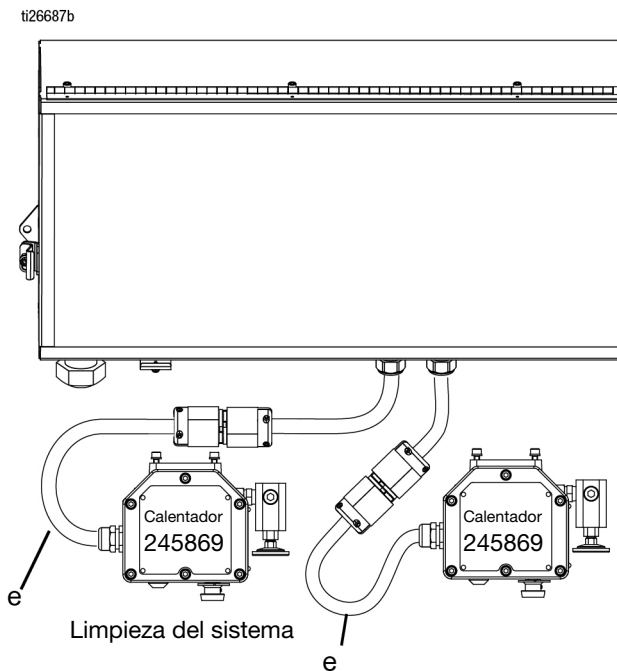

FIG. 16
- e. **En el caso de modelos para ubicaciones no peligrosas**, conecte los cables de alimentación eléctrica (e) para el calentador del tanque y el calentador de limpieza. Consulte la FIG. 16.